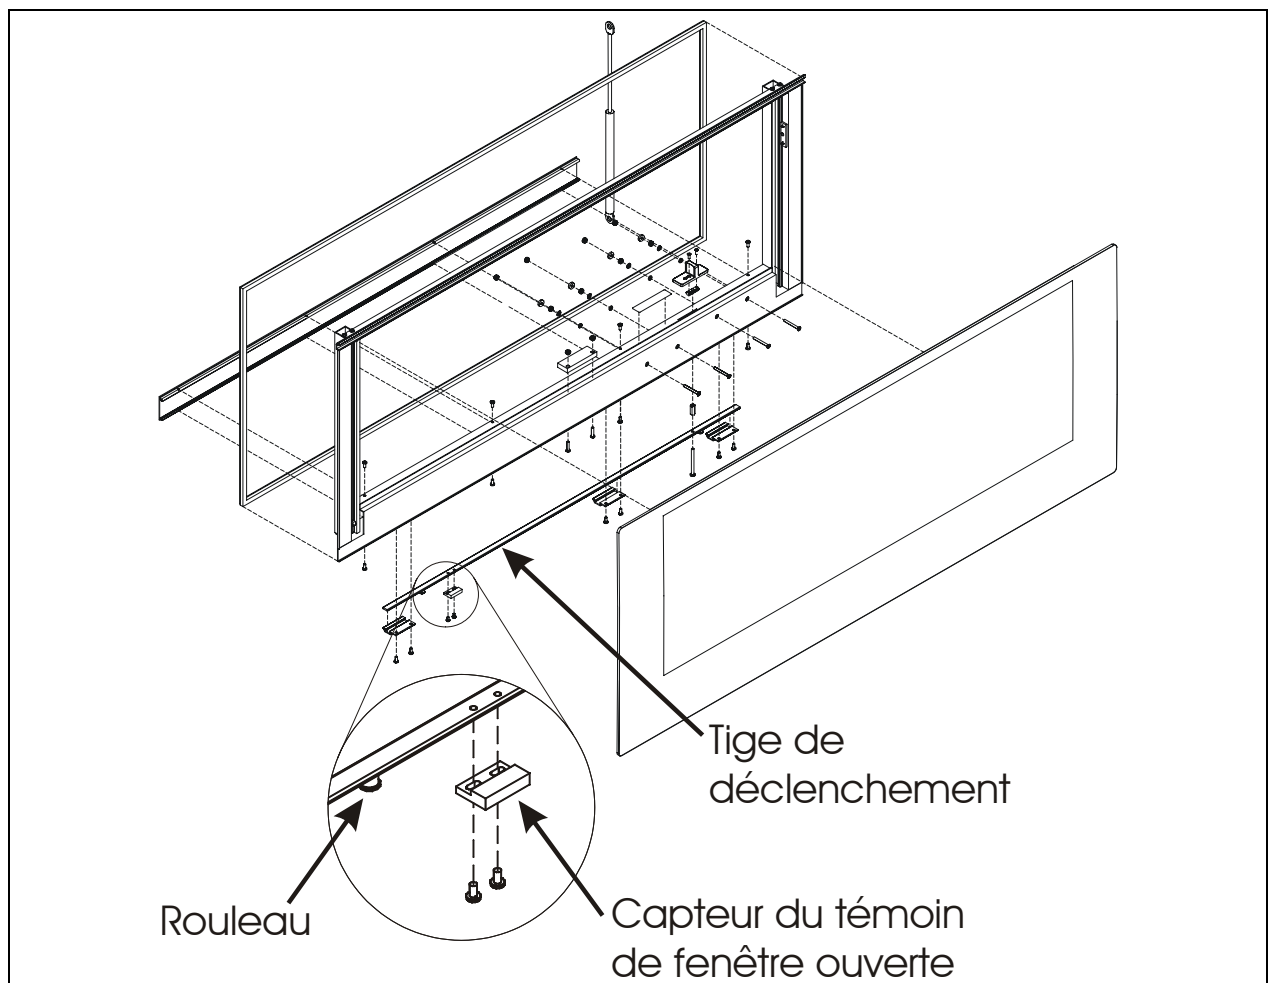

FIGURE 5: AJUSTEMENT DU CAPTEUR (réf. étape 14)
14. Si nécessaire, ajuster le capteur du témoin de fenêtre ouverte (figure 5). Le témoin doit s'allumer dès que le rouleau dépasse l'encoche du bloc de retenue lors du déverrouillage. Desserrer les vis de fixation et glisser le capteur selon l'ajustement nécessaire. Revisser fermement.